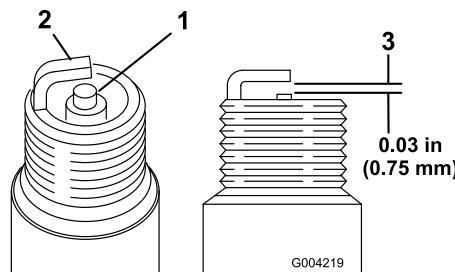

Figura 32
- Mire la parte central de ambas bujías (Figura 32). Si se observa un color gris o marrón claro en el aislante, el motor está funcionando correctamente. Si el aislante aparece de color negro, significa que el limpiador de aire está sucio.
- Compruebe la separación entre los electrodos central y lateral (Figura 32).
- Si la distancia no es correcta, doble el electrodo lateral (Figura 32).